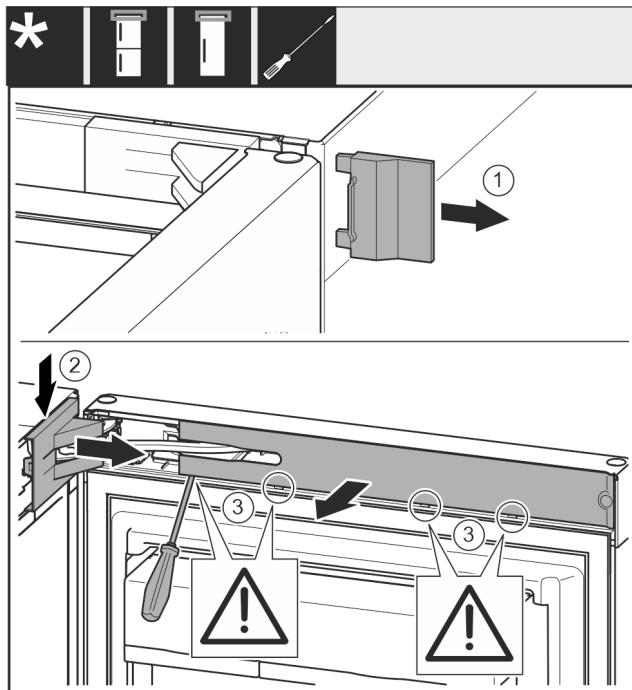

Fig. 5
- Свалете външния капак. Fig. 5 (1)
- Освободете и развийте капака на лагерната стойка. Свалете капака на лагерната стойка. Fig. 5 (2)
- Освободете капачката с плоска отвертка и я завъртете настрани. Fig. 5 (3)